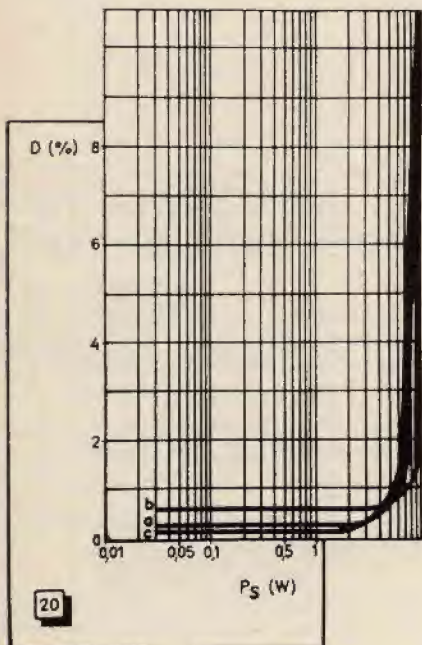

figura 20
Rilevando dallo schema la tensione di alimentazione (20 V), e la resistenza di carico (4Ω), con l'ausilio dell'abaco di figura 8, si ha che il circuito in esame ha una potenza di 8 W. Le curve di figura 20, rilevate su un prototipo dell'amplificatore studiato, mostrano che a questa potenza corrisponde una distorsione di poco inferiore al 2%; a 10 W di potenza d'uscita si ha una distorsione pari al 10%. Si nota così che il calcolo teorico si avvicina molto al limite di sveltamento. Da figura 9 si rilevavano: $I_{LM} = 2$ A, e $I_{A_{mov}} = 0,65$ A. La potenza di alimentazione è così di 13 W, e, basandosi su una potenza utile di 8 W, si vede che ogni transistor d'uscita deve dissipare 2,5 W. Con $I_{LM} = 2$ A e $V_E = 1$ V, si ha per R_E il valore di $0,5 \Omega$. Poiché, per $I_C = 2$ A, il fabbricante garantisce per i transistor utilizzati nello stadio d'uscita, un guadagno in corrente non inferiore a 24, si ha dall'espressione (9):